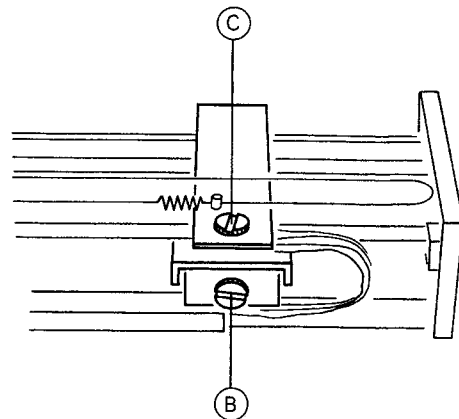

Fig. 4.4
Die Arbeitshöhe lässt sich mit der Schraube (C) justieren (Fig. 4.4). Die Nadelspitze darf den inneren Wulst der Gummiauflage knapp berühren. Über einen Audio-Kanal kann die Absenktiefe akustisch kontrolliert werden.
The free vertical movement of the tonearm can be adjusted with screw (C) (fig. 4.4). In the lowest position the stylus tip should barely touch the innermost ridge of the turntable mat. This can be checked acoustically through a live audio channel.
La hauteur se règle au moyen de la vis (C) (fig. 4.4). La pointe de lecture doit seulement effleurer le bord intérieur du disque en caoutchouc. On contrôle acoustiquement la descente à l'aide d'un canal audio.
Das Einstellen der Auflagekraft erfolgt durch Verstellen der Schlitzschraube (B) (Fig. 4.4). Bei schweren Tonabnehmern > 6 p (60 mN) muss das Gegengewicht aus Blei montiert werden. Mit einem Waagestreifen ist eine Auflagekraft von 12,5 mN (1,25 p) einzustellen.
Tracking force may be adjusted by means of screw (B) (fig. 4.4). Use a suitable cartridge balance (for example as supplied with the installation kit 05790) to adjust for a tracking force of 12.5 mN (1.25 grams). For cartridges with a weight (mass) higher than 6 grams, the lead counterweight must be installed.
La force d'appui se règle au moyen de la vis à tête fendue (B) (fig. 4.4); pour les phonocapteurs de poids plus élevé, la plaquette de plomb doit être en place. Au moyen d'une balance, réglez la force d'appui à 12,5 mN (1,25 p).